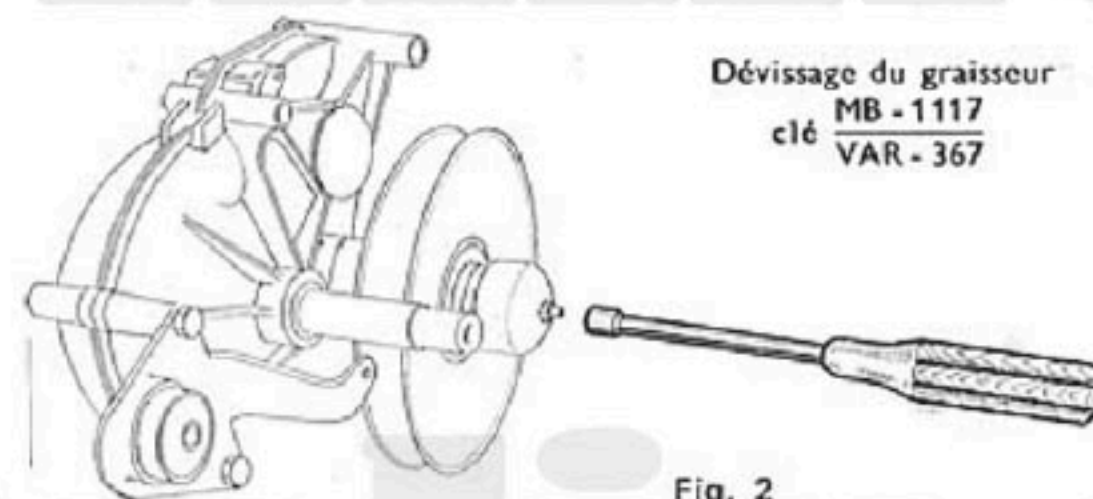

Fig. 2
- Dévisser le graisseur 4 x 75 clé à graisseur MB-1117 VAR-367 Fig. 2.